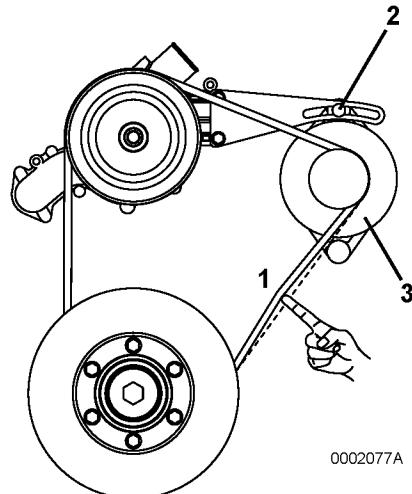

Figura 6
1. Compruebe la tensión de la correa trapezoidal ejerciendo con el dedo, en el medio de la correa (**Figura 6, (1)**) con el dedo. Con luna fuerza moderada, la correa debe curvarse entre 8 y 10 mm (aproximadamente 3/8 pulg.).
2. Si la deflexión de la correa trapezoidal está fuera de ese límite, ajuste la tensión de la misma. Afloje el perno de ajuste (**Figura 6, (2)**) y mueva el alternador (**Figura 6, (3)**) para ajustar la tensión de la correa.
3. Si la correa trapezoidal está dañada o gastada, sustitúyala. Afloje el perno de ajuste (**Figura 6, (2)**) y mueva el alternador (**Figura 6, (3)**). Retire la correa de las poleas.
4. Instale una nueva correa en las guías (**Figura 6**) y ajuste la tensión como se indica en el Paso 2.